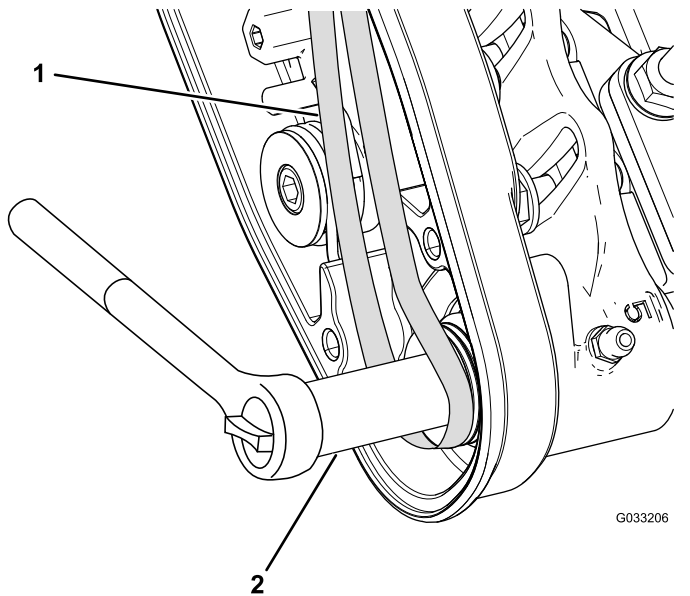

Bild 14
- Verlegen Sie den Riemen von der **Antriebsriemenscheibe** ausgehend (**Bild 14**).
- Drehen Sie die Bürste mit einem Sechskantschlüssel (9/16") und verlegen Sie den Riemen auf der Antriebsriemenscheibe (**Bild 14**).